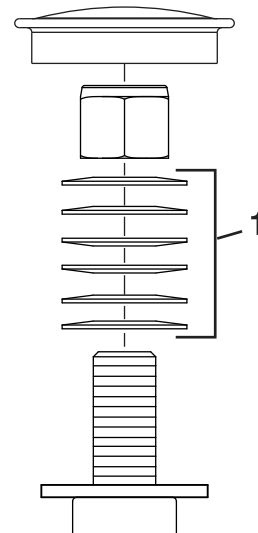

Figure 53
3. Déposez le capuchon protecteur de la roue pivotante et serrez le contre-écrou (Figure 53).
4. Continuez de serrer le contre-écrou jusqu'à ce que les rondelles élastiques soient aplaties, puis desserrez-le d'un quart de tour pour obtenir la précharge correcte des roulements (Figure 53).
Important: Veillez à placer les rondelles élastiques correctement, comme montré à la Figure 53.
5. Reposez le capuchon protecteur (Figure 53).